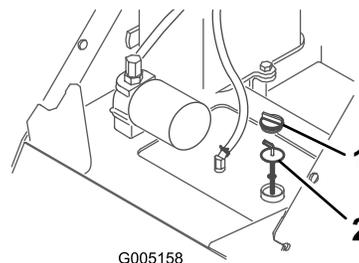

Рисунок 35
4. Очистите зону вокруг заливной горловины и крышки гидравлического бака (Рисунок 35).
5. Снимите крышку заливной горловины и проверьте уровень жидкости с помощью масломерного щупа (Рисунок 35).